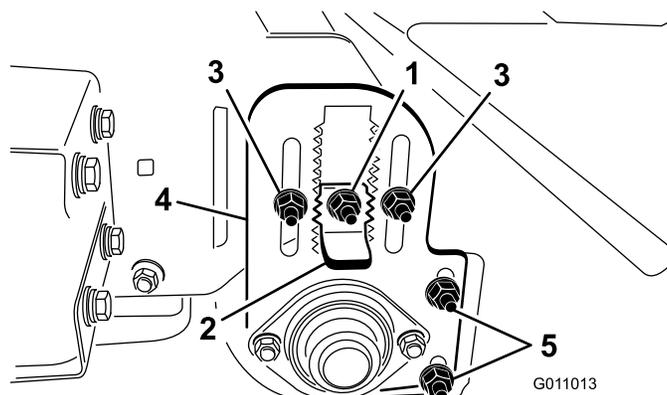

図 21
3. 高さ調整キー 図 21についているロックナットをゆるめて、キーを 13 mm 程度引き出せるようにする。
4. ローラの高さ調整用ロックナットをゆるめる 図 21。
5. 高さ調整キーを引き出し、ローラの高さ調整プレートを動かして後ローラを適当な高さに調整する 図 21。
ローラスクレーパ 図 21とローラとの間に 2 mm の隙間ができるように調整してください。ローラスクレーパの